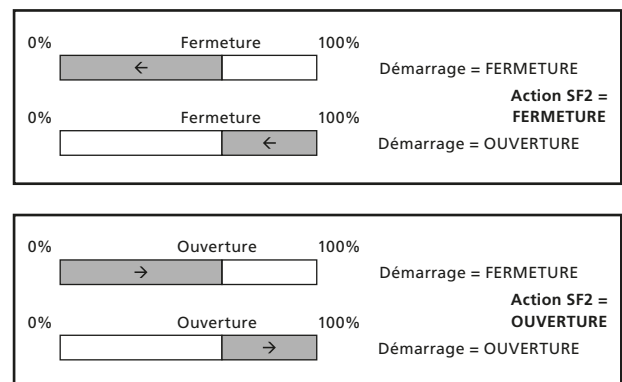

Fig 6.1.
**Démarrage** - La temporisation fonctionnera entre la position limite de démarrage et la direction correspondante (fermeture ou ouverture). Si la fonction de sécurité est réglée sur FERMETURE en ESD et que le démarrage est réglé sur FERMETURE, la temporisation se fera entre la position de fermeture et 0%, au cours d'une action SIL. Si la fonction de sécurité est réglée sur FERMETURE en ESD et que le démarrage est réglé sur OUVERTURE, la temporisation se fera entre 100% et la position de fermeture. Utilisez les flèches et pour vous déplacer dans le menu et appuyez sur pour sélectionner un paramètre. Utilisez les flèches et pour sélectionner la bonne direction et appuyez sur pour valider. Veuillez vous référer à la figure 6.1 pour la plage de fonctionnement de la temporisation.
**Fermeture** - Position à partir de laquelle la temporisation commence dans le sens de la fermeture. Si la fonction ESD est réglée sur OUVERTURE, veuillez ignorer ce paramètre. Utilisez les flèches et pour vous déplacer dans le menu et les flèches pour sélectionner la valeur souhaitée. Veuillez vous référer à la figure 6.1 pour la plage de fonctionnement de la temporisation.
**Ouverture** - Position à partir de laquelle la temporisation commence dans le sens de l'ouverture. Si la fonction ESD est réglée sur FERMETURE, veuillez ignorer ce paramètre. Utilisez les flèches et pour vous déplacer dans le menu et les flèches pour sélectionner la valeur souhaitée. Veuillez vous référer à la figure 6.1 pour la plage de fonctionnement de la temporisation.